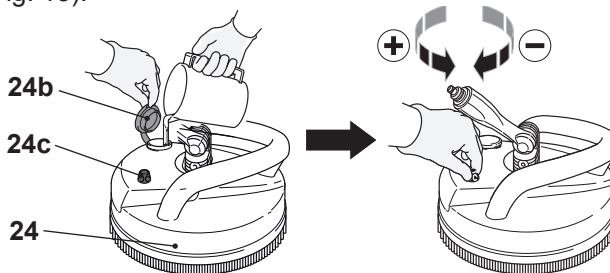

Fig. 13
9. Deschideți capacul (24b) completați detergentul adecvat apoi închideți capacul(Fig. 13).